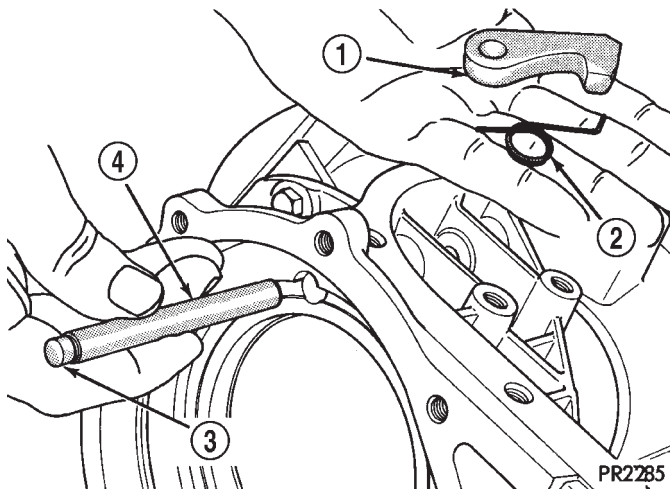

Fig. 25 Trinquete de estacionamiento, muelle de retroceso y eje de pivote
(25) Retire el trinquete de estacionamiento, el muelle y el eje de pivote (Fig. 25).